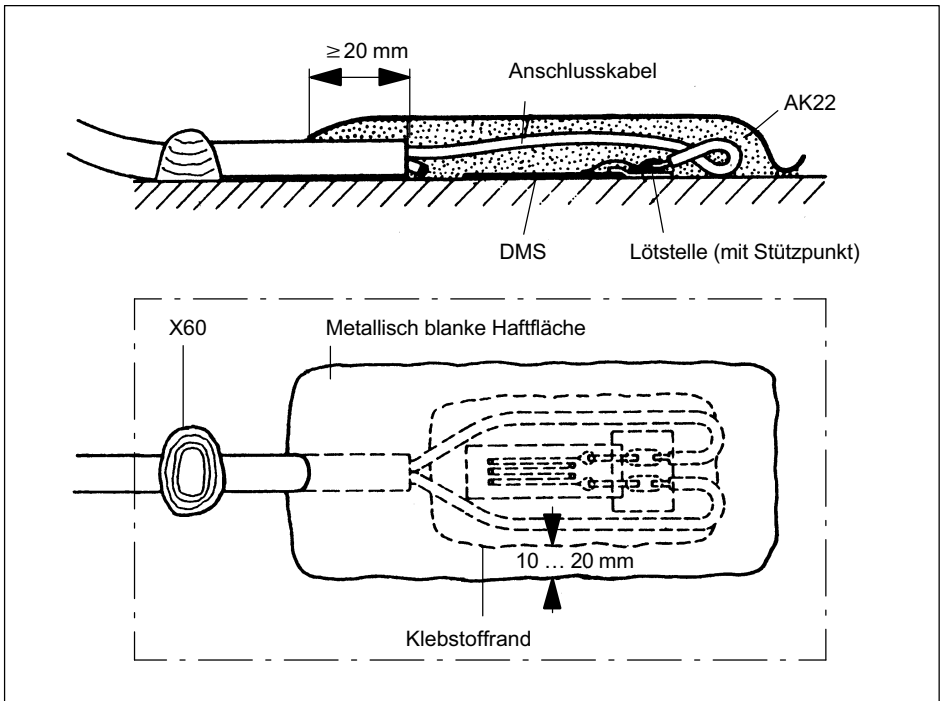

Abb. 4.1 DMS-Messstelle, mit AK22 abgedeckt
- ▶ Entfetten Sie auch das Anschlusskabel und die Kabelummantelung im Bereich der Messstelle. Bereiten Sie die Verkabelung der Messstelle ähnlich wie in *Abb. 4.1 auf Seite 7* gezeigt vor.
Das Aufkneten muss sehr sorgfältig erfolgen, damit keine feinen Kanäle zurückbleiben, durch die Feuchtigkeit eindringen kann. Der Kitt soll ca. 10 bis 20 mm über die Messstelle einschließlich der Klebstoffränder hinausreichen (*siehe Abb. 4.1*).